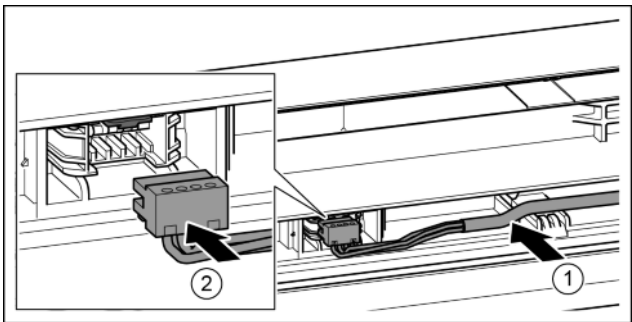

Fig. 38
- ▶ Graues Kabel in die Führung in der oberen Tür einlegen. *Fig. 38 (1)*
- ▶ Stecker einrasten. *Fig. 38 (2)*